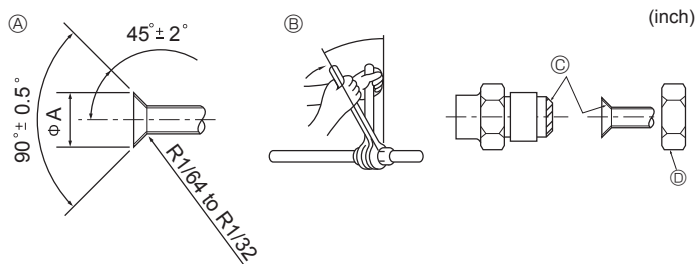

Fig. 4-1
4.2. Tubos de conexión (Fig. 4-1)
② Torsión de apriete de la tuerca abocardada